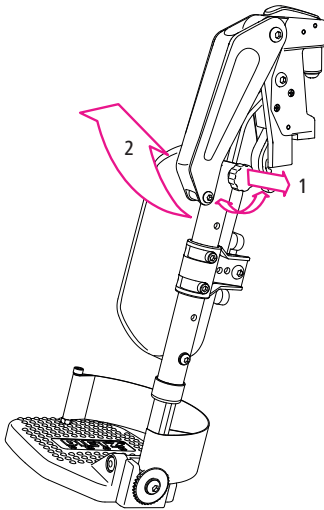

Рис.40
1. Для цього послабте фіксуючий гвинт так, щоб головку гвинта можна було легко витягнути (1, рис. 40), а блокувальний механізм відкрився.